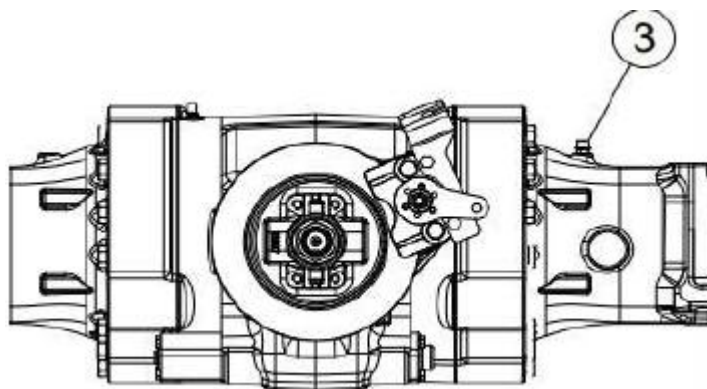

Рисунок 5.43 Сапун заднего моста
- ▶ Очистите сапун 3 и поверхность вокруг него см. рис.5.43.